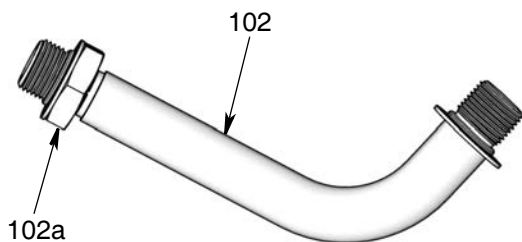

FIG. 4
4. Installez la rallonge (102) sur le compteur :
- Desserrez l'écrou (102a) de la rallonge (FIG. 4) jusqu'à ce qu'il soit entièrement dégagé des filetages du tuyau.